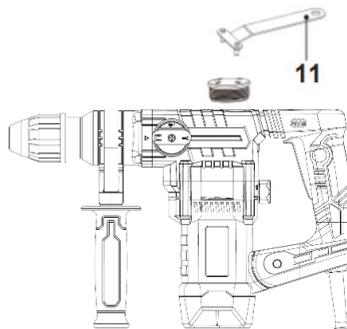

Abb.14
Überprüfen Sie regelmäßig das Fett im Getriebe. Bei Bedarf geeignetes Fett (nicht im Lieferumfang enthalten) nachfüllen. Schrauben Sie den Getriebedeckel mit dem Schraubenschlüssel (11) ab und nehmen Sie ihn ab (Abb. 14). Getriebedeckel (6) mit geeignetem Fett füllen. Bringen Sie die Abdeckung wieder am Produkt an. Stellen Sie sicher, dass sie richtig befestigt sind.